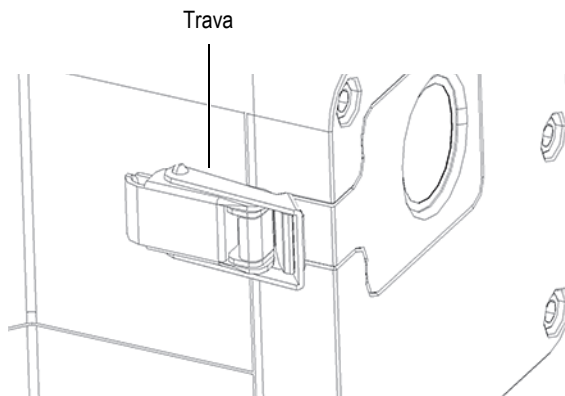

Figura 4-1 Trava do painel da janela
2. Localize a trava da placa da janela na frente do instrumento (Figura 4-1 na página 61).